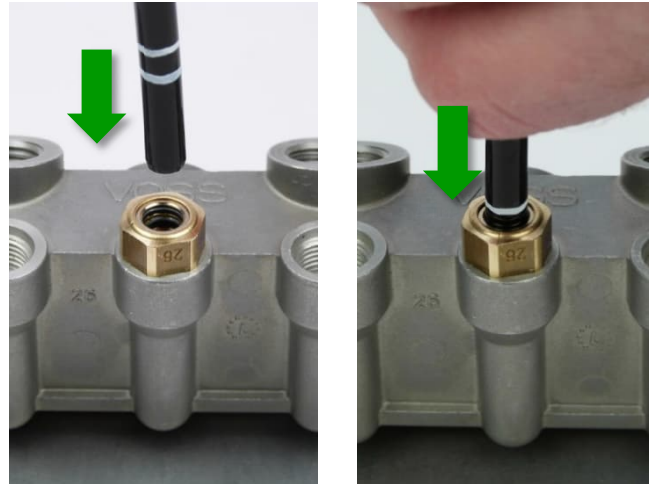

Abb. 19+20: Kunststoffrohr einstecken
- ⚠ Beim Einstecken des Kunststoffrohres in die Baugruppe ist die Stecktiefe zu beachten; siehe Abb. 19+20 zu Einstecktiefe, Rohrmarkierung und Rohrwulst.